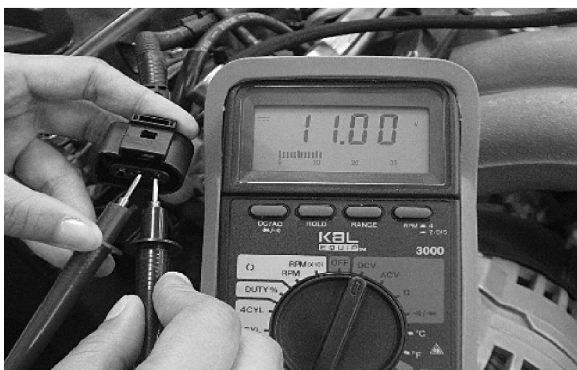

图 5-55 测试插头端子 2 和 3 的电压
3) 检测传感器电源电压。拔下传感器插头,打开点火开关,如图 5-55 所示,使用红表笔接插头端子 2,黑表笔接插头端子 3,标准值应约为蓄电池电压。如果测量值符合标准,应更换凸轮轴位置传感器;如果测量值不符合标准,应检查凸轮轴位置传感器与控制单元的线路是否有断路或短路。